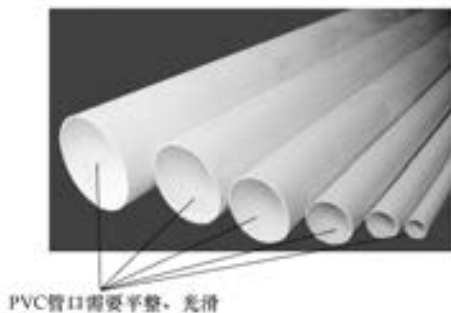

图 4-73 PVC 管口需要平整、光滑的图例
- 1) PVC 管口需要平整、光滑, 图例如图 4-73 所示。